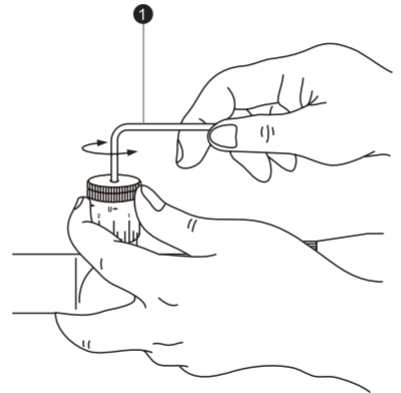

Fig. 3-7
Tout en tenant la tourelle avec les doigts pour éviter de fausser l'alignement de la bague graduée, dévissez dans le sens inverse des aiguilles d'une montre la vis située en haut de la tourelle/molette, à l'aide de la clé hexagonale fournie (1) jusqu'à ce qu'elle sorte. Puis retirez la tourelle/molette (Fig. 3-7).